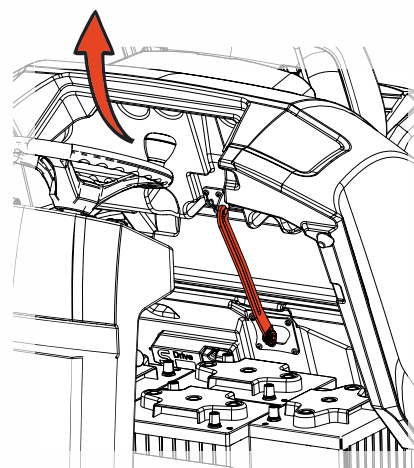

Abb. 10
- Haube öffnen und in oberste Position ziehen, die Haube rastet selbstständig ein. (Abb.10)